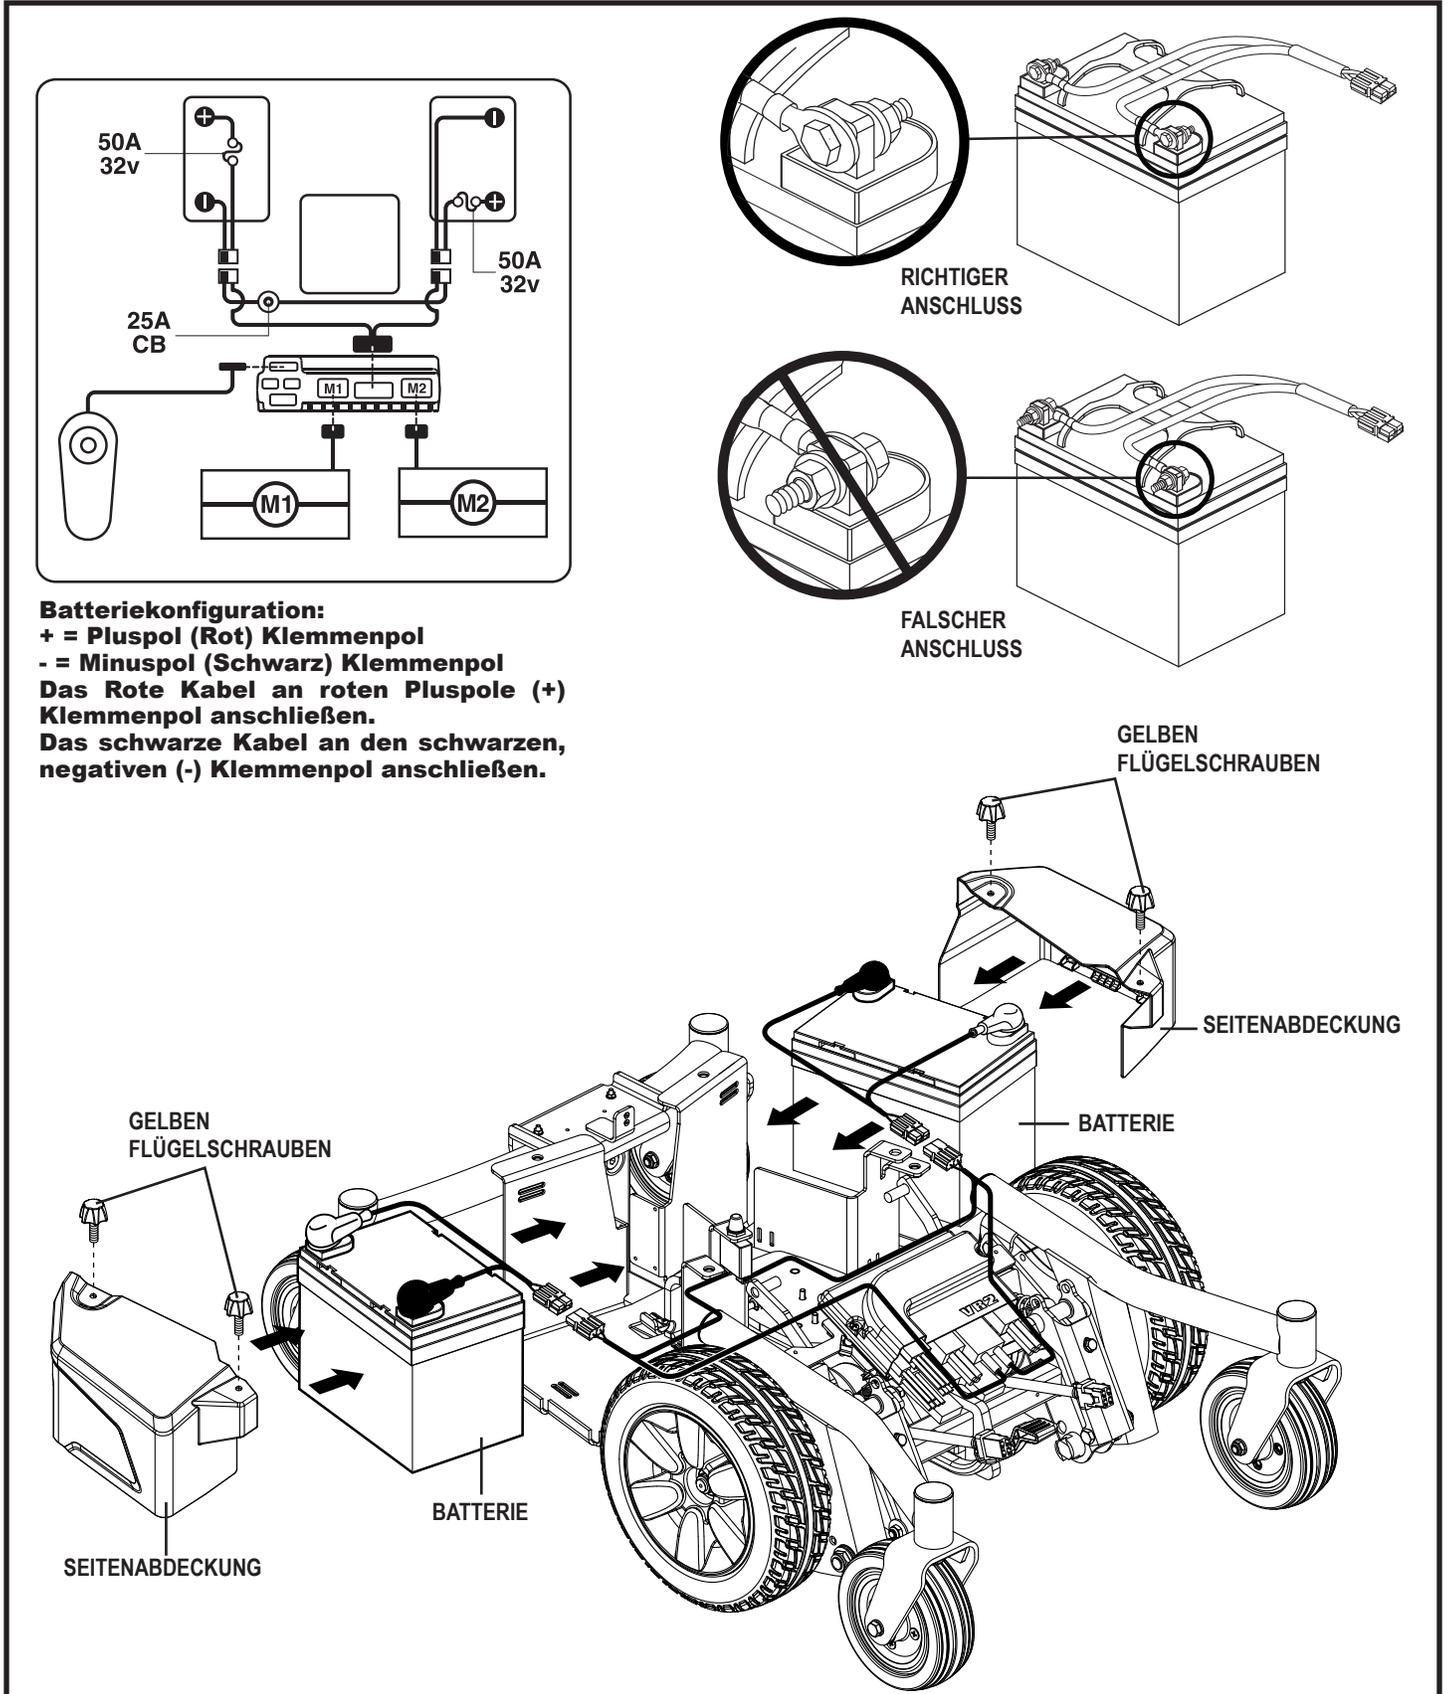

Bild 17. Austauschen der Batterien (Sitz nur zum Zweck der Verdeutlichung nicht gezeigt)
3. Entfernen Sie die Oberverkleidung. **Siehe Bild 17.**
5. Trennen Sie die Batteriekabel von der Antriebsbasis. **Siehe Bild 17.**
7. Ziehen Sie die Batteriekabel von den alten Batterien ab und bringen Sie sie an den neuen Batterien an. Achten Sie darauf, dass die Befestigungselemente richtig ausgerichtet sind. **Siehe Bild 17.**
8. Setzen Sie die Batterien in die Antriebsbasis. Achten Sie darauf, dass die Anschlüsse jeweils zur Außenseite der Antriebsbasis gerichtet sind. **Siehe Bild 17.**